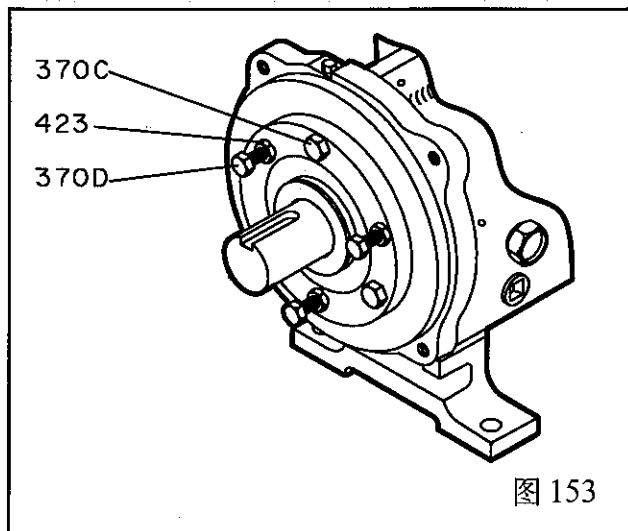

图 153
6. 拧松紧固螺栓(370C)和推顶螺栓(370D)用塞尺测量叶轮(101)和密封腔(184)之间的间隙。当间隙达到 0.030 英寸时，拧紧紧固螺栓(370C)，推顶螺栓(370D)和锁紧螺母(423)(图153)。